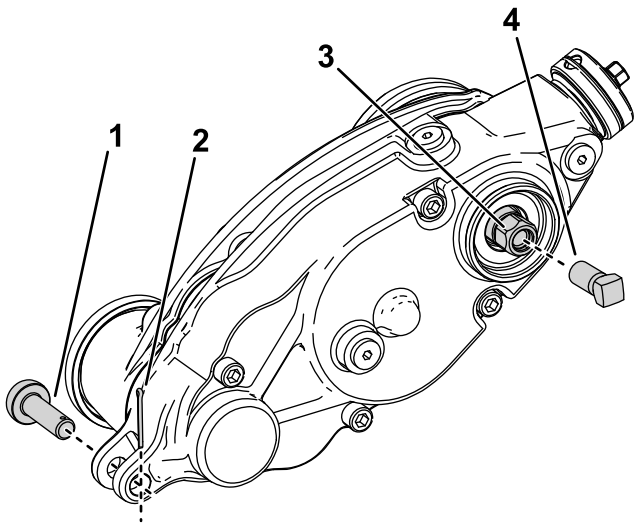

图28
3. 卸下将疏草刀驱动箱连接到调整臂的调节销和开口销 图28。
- 如 图28 所示将加固螺丝零件号 1-803022——单独出售安装到疏草刀驱动六角头的内螺纹并上紧扭矩至 13.5Nm。
- 转动疏草刀驱动六角头将疏草刀驱动箱从剪草滚刀上卸下 图28。